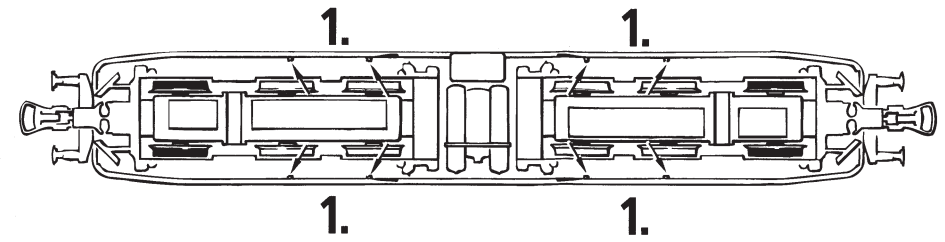

Fig. 5
1. Reinigung der Radstromkontakte: Radstromkontakte können auf unsauberen Schienen leicht verschmutzen. Bitte **entfernen Sie vorsichtig** mit einem kleinen Pinsel **den Schmutz** an den in Fig. 10 gekennzeichneten Stellen. Dazu zuerst den Getriebedeckel abnehmen (Fig. 5).
4. Haftreifenwechsel: Zuerst den Getriebedeckel abnehmen (Fig. 5). Danach den **Radsatz** herausnehmen und den **Haftreifen** mit einer Nadel oder mit einem feinen Schraubendreher abziehen (Fig. 9). Beim Aufziehen des neuen Haftreifens bitte darauf achten, dass dieser sich **nicht verdreht**.
Les lames de contact risquent de s'encrasser rapidement sur des voies poussiéreuses. Veuillez **enlever la poussière** aux endroits marqués à la fig. 10 l'aide d'un petit pinceau souple après avoir démonté la caisse de la locomotive (fig. 5).
4. Échange des bandages d'adhérence: Démontez d'abord le **couvercle du carter** des engrenages (fig. 5). Délogez ensuite les essieux bandagés et enlevez, à l'aide d'une aiguille ou d'un tourne-vis fin, les bandages d'adhérence (fig. 9). Lors du montage des nouveaux bandages veuillez veiller à ce que les bandages **ne soient pas tordus**.
1. Cleaning of wheel contacts: Wheel contacts easily get dirty on tracks which are not entirely clean. Use a small brush to **remove dirt** from spots marked in fig. 10. Prior to cleaning the remove the gear cover (fig. 5).
4. Change of traction tyre: Remove **gear cover** (fig. 5). Take out **wheel set** and remove **traction tyre** using a pin or a fine screwdriver (fig. 9). When pressing on the new traction tyre please **avoid twisting** it.